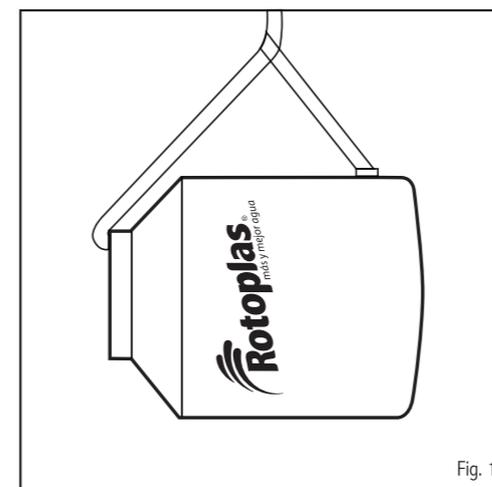

Fig. 1
- Pase una cuerda por el orificio de la conexión de salida lateral y saque ésta por la boca del tanque, anudándola por fuera para una elevación sencilla (fig. 1)